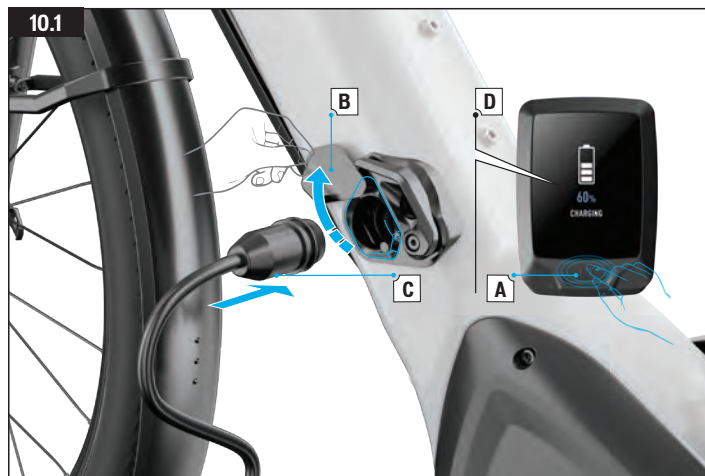

Fig. 10.1
- Wanneer de batterij aan het opladen is, dient u visuele aanwijzingen op de MasterMind TCD-w te zien (Fig. 10.1 D) om de laadstatus aan te geven.
- Tijdens het opladen zal de diode op de oplader continu rood branden (1). Zodra de batterij volledig is opgeladen, geeft de diode op de oplader continu groen licht (2).